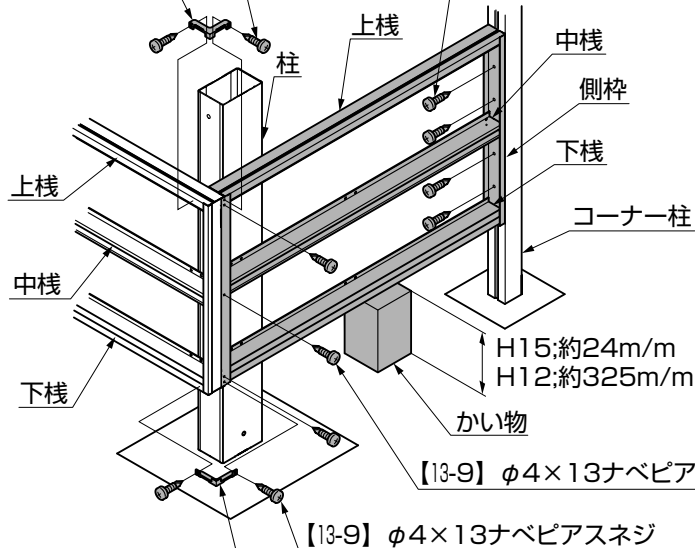
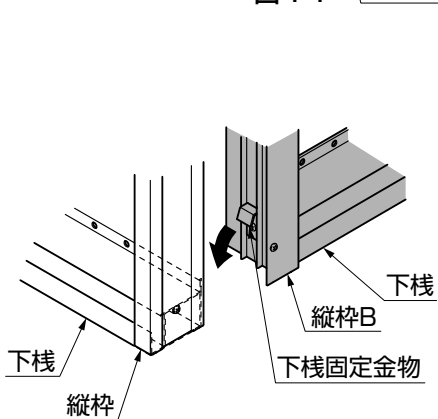

図4-1 セーフティーキャップ
図4-2
- ①組んだサイドパネルを背面サイドパネルの下桟に引っ掛け、下にかい物をして背面サイドパネルに【13-9】で取付けてください。（図4-1、図4-2参照）